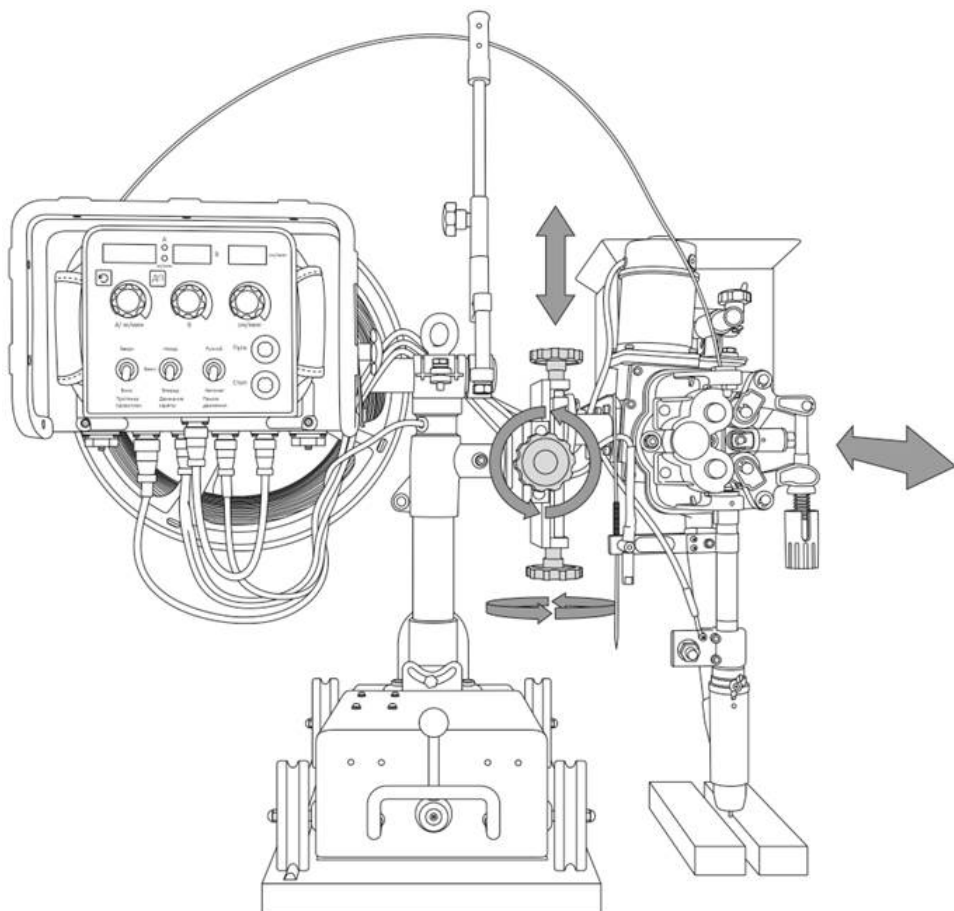

Рис. 8.1.5. Регулировка высоты и поперечного положения сварочной головки.
6. Отрегулируйте высоту и поперечное положение сварочной головки (См. рис. 8.1.5).